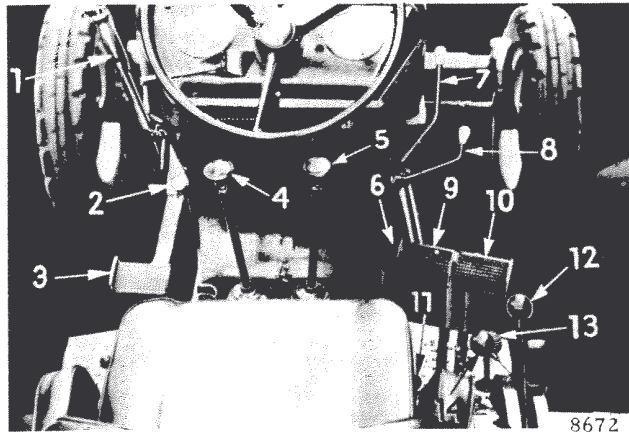
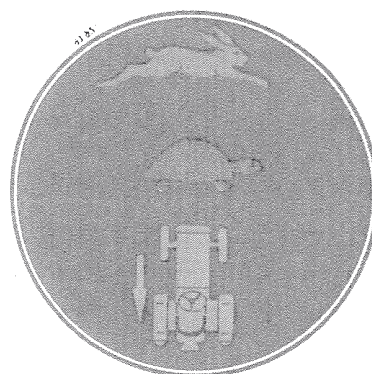
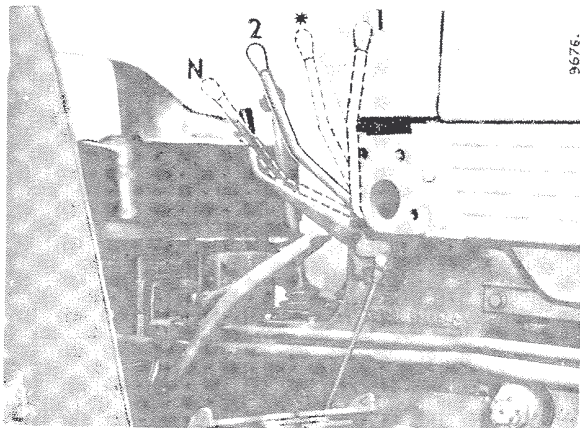
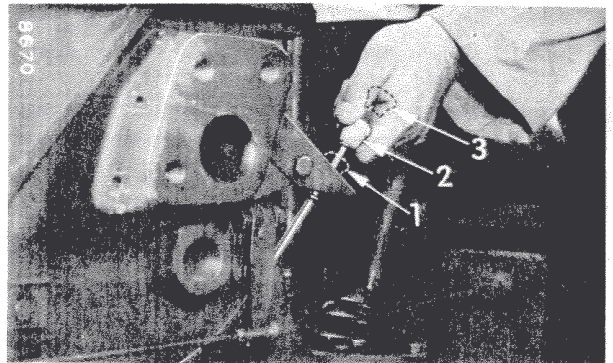

Fig. 3
Fig. 5 - Schéma de pré-sélection des gammes figurant sur la boule du levier de pré-sélection
Fig. 7
Fig. 9 - Tirette de stop
NOTE : L'éclairage de la lampe-témoin est normal lors de la manoeuvre de l'embrayage moteur ou lorsque le levier de commande du sélecteur hydraulique est placé en position stop (N) Fig. 7, en raison de la réaction normale de la chute de pression.
La boîte de vitesses étant entièrement synchronisée, le changement des vitesses peut s'effectuer aisément lorsque le tracteur est en mouvement au moyen du levier (5, Fig. 3) en ayant soin de débrayer. La figure 17 montre les différentes positions du levier de changement de vitesses.
Le levier (repère 4, Fig. 3) permet de pré-sélectionner l'une des gammes de Route, Champ ou Arrière indiquées sur la boule du levier (Fig. 5).
Lorsque vous désirez immobiliser le tracteur sans arrêter l'arbre de prise de force, placez le levier sélecteur de commande hydraulique en position (N, Fig. 7) et serrez les freins si nécessaire.
Ce type de transmission comprend une gamme supplémentaire de 4 vitesses AV appelée gamme "AMPLI" et commandée par une manette de sélecteur hydraulique (Fig. 7).
Dans cette position, la vitesse d'avancement reste la même quelle que soit la gamme pré-sélectionnée "Route", "Champ" ou "Arrière" (levier 4, Fig. 3).
On peut passer automatiquement, c'est à dire sans débrayer, de cette gamme "AMPLI" à la gamme qui aura été pré-sélectionnée, en amenant la manette à la position 2 (Fig. 7) ou vice-versa.
Lorsque l'on aura pré-sélectionné "Arrière", la position 2 (Fig. 7) fournira la marche arrière du tracteur. Si la manette est actionnée en position 1 (Fig. 7), le tracteur se déplacera en marche avant. Il n'y a donc pas lieu d'intervenir ni sur la pédale d'embrayage ni sur les pédales de freins.
En résumé, en pré-sélectionnant la gamme arrière du levier (4, Fig. 3) et en actionnant la manette (7, Fig. 3) vers l'avant, puis vers l'arrière (ou vice-versa) la combinaison obtenue est celle d'un inverseur hydraulique de marche, particulièrement appréciée pour l'utilisation d'un chargeur frontal.
En position 1 (Fig. 7), la vitesse d'avancement n'est pas modifiée quelle que soit la gamme pré-sélectionnée. Elle ne peut être modifiée que par le changement des vitesses au moyen du levier (5, Fig. 3).
IMPORTANT : Lorsque votre tracteur est laissé à l'arrêt, moteur en marche, amenez TOUJOURS le levier de changement des vitesses (5, Fig. 3) au point mort. Ceci évitera que le tracteur ne se mette en mouvement lors d'une manœuvre involontaire de la manette de sélecteur hydraulique.
Amenez le levier des gaz à main (9, Fig. 3) sur la position RALENTI.
Amenez le levier de changement de vitesses (5, Fig. 3) au point mort. Tirez la manette de stop jusqu'à ce que vous sentiez une première résistance (2, Fig. 9), et maintenez la dans cette position.
Faites réchauffer le moteur à vitesse moyenne, en plaçant la manette d'accélération à mi-course du secteur. Ramenez la tirette de stop en position (1, Fig. 9).
Pour arrêter le moteur, ramenez la manette d'accélération au ralenti, puis tirez à fond la tirette de stop (3, Fig. 9). Tournez ensuite la clef de contact au point neutre.
- Passez la 4ème vitesse "ROUTE". Placez le levier sélecteur de commande hydraulique en position (2, Fig. 7).